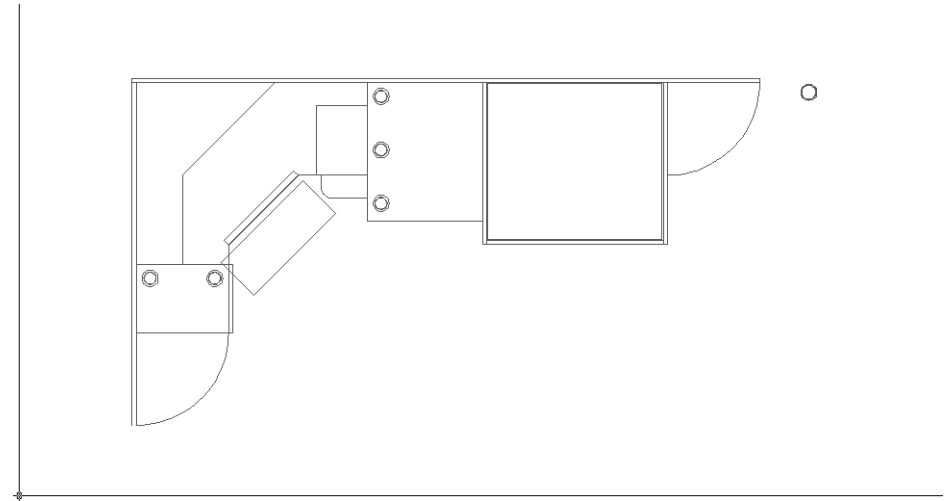

Рис. 6.23 ▾ Объекты, оставшиеся на слое **Высота 720**, после разнесения объектов по слоям
12. Разморозьте слой **Высота 720** и назначьте его текущим, а затем заморозьте слой **0**. Чертеж должен приобрести вид, показанный на рис. 6.23.
Проанализировав рис. 6.23, можно прийти к выводу о том, что на нашем чертеже имеются три проблемные зоны: